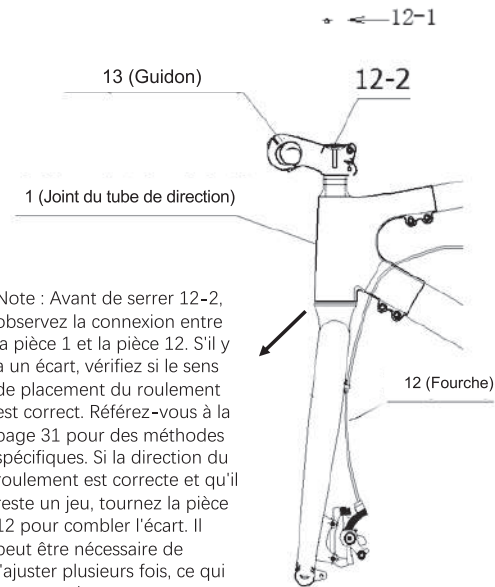

Figure 22-2.
g. Utilisez une clé Allen de 5 mm pour serrer le boulon 12-2, puis remplacez la pièce 12-1, comme indiqué sur la Figure 22-2.